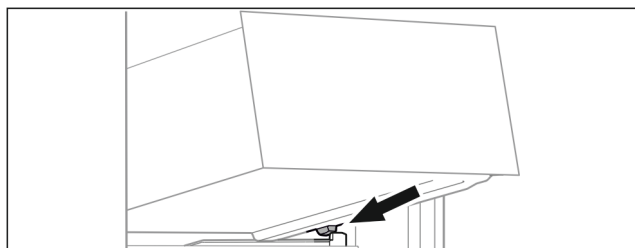

Fig. 79
- Vendosni sirtarin pjerrtas prapa ndaluesve mbi brinjën e kutisë. (shihni Fig. 79)